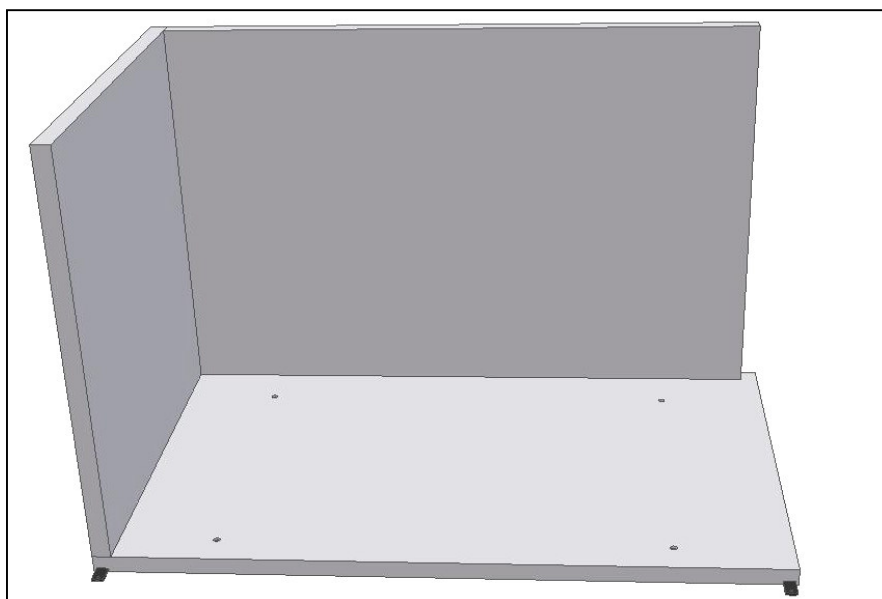

Fig. 4
- Inserire il **pannello laterale sinistro** sul pannello del fondo e fissare solo al fondo (Fig.4);